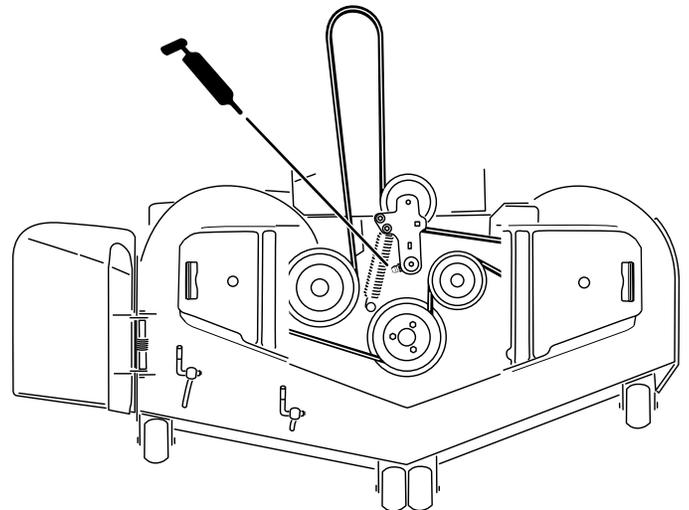

Figura 43
3. Engrase el pivote de la polea tensora de la carcasa de corte hasta que salga grasa por el extremo inferior (Figura 43).